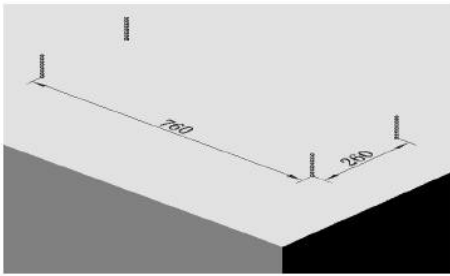

Рис.4
3.2 Установить и выровнять основание БК на месте установки согласно рис.4.